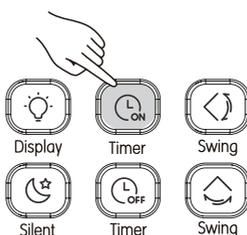

Рисунок 3.17
- Нажмите  (см. Рис. 3.17), на пульте ДУ отобразится «Время включения» [Timer On], а в поле таймера появится «0.0H». Установите время включения по таймеру;